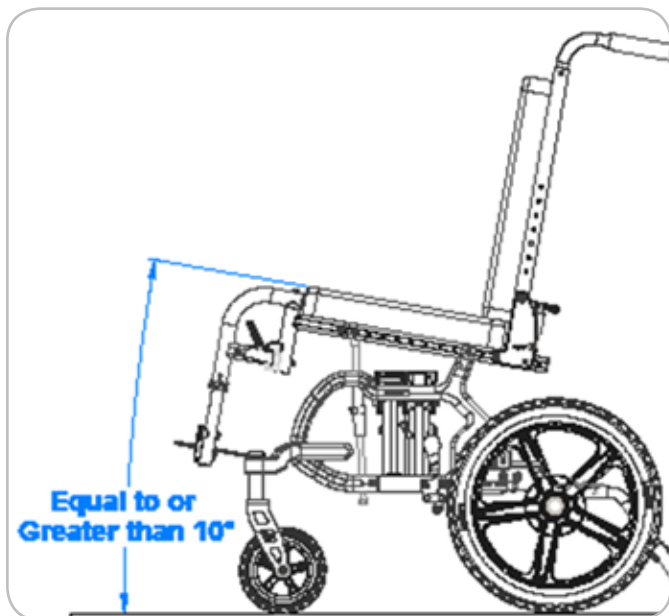

Figura 39
3. Per spostamenti con l'aiuto di un accompagnatore, non regolare l'angolo di basculamento della seduta al di sotto dei 10° da terra. Cfr. Figura 39.